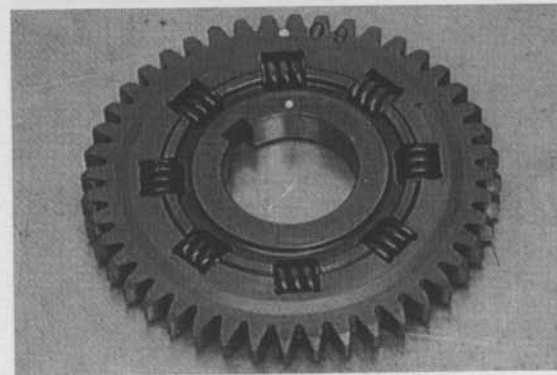

Bild 110
- Ausgleichswellenzahnrad (Bild 110) mit beiden Scheiben auf Kurbelwellenstumpf aufschieben. Nutenstein einsetzen (Bild 111).